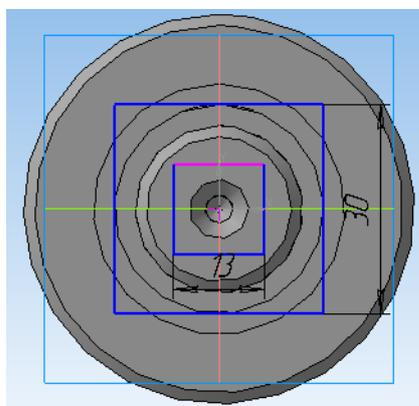

Рис. 6.
10. Для построения эскиза на панели *Геометрия* нажмите кнопку *Ввод прямоугольника по центру и вершине* и постройте два прямоугольника (рис. 6).